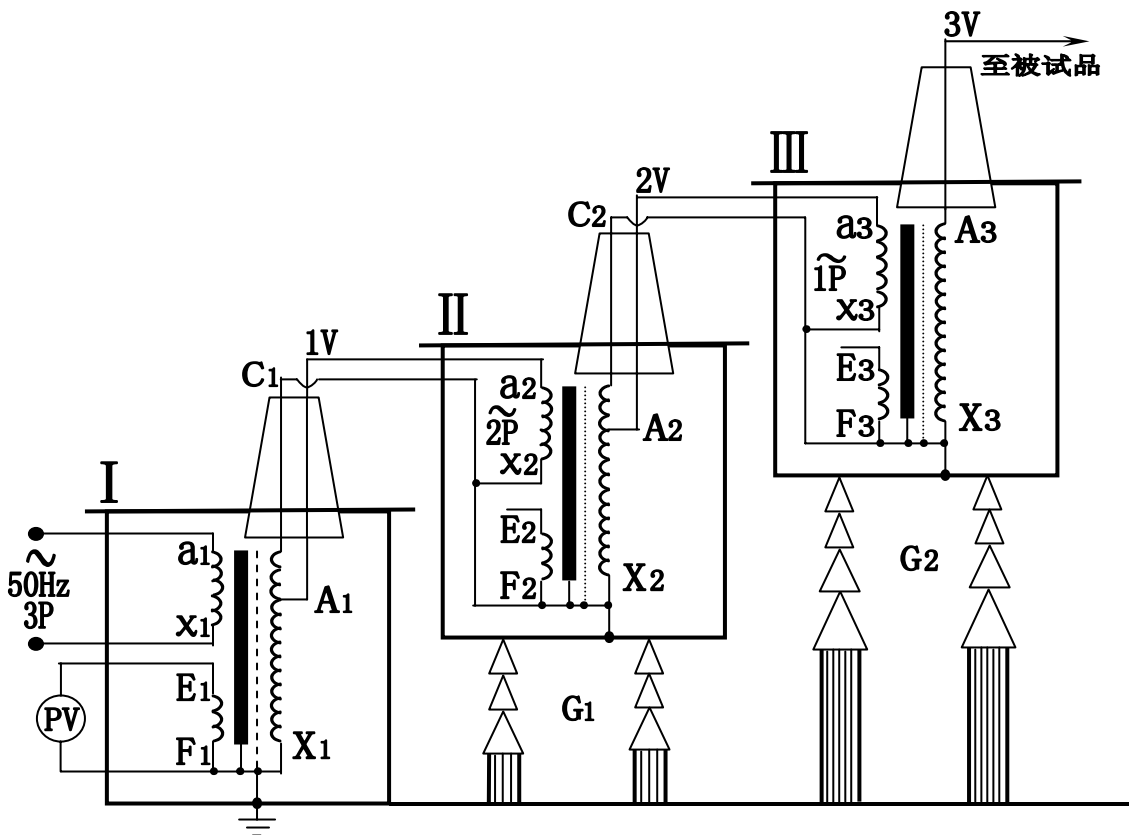

图 5：三台试验变压器串级接线原理图
3、三台试验变压器串级获得更高电压的接线原理见图 5。串级高压试验变压器有很大的优越性，因为整个试验装置由几台单台试验变压器组成，单台试验变压器容量小、电压低、重量轻，便于运输和安装。它既然可串接成高出几倍的单台试验变压器输出电压组合使用，又可分开成几套单台试验变压器单独使用。整套装置投资小，经济实惠。图 5 中，在第一级和第二级的每个单元试验变压器中都有一个励磁绕组 A₁、C₁和 A₂、C₂。在三台串级试验变压器基本原理中，低压电源加在试验变压器 I 的初级绕组 a₁x₁上，单台试验变压器 I、II、III 的输出电压都是 V。励磁绕组 A₁、C₁给第二级试验变压器 II 的初级绕组供电；第二级试验变压器 II 的励磁绕组 A₂、C₂给第三级试验变压器 III 的初级绕组供电。第二级试验变压器 II 和第三级试验变压器 III 的箱体分别处在对地为 1V 和 2V 的高电位上，所以箱体对地是绝缘的，试验变压器 I 的箱体是接地的。这样第一级、第二级、第三级试验变压器对地的额定输出电压分别为 1V、2V、3V；其额定容量分别为 3P、2P、1P。